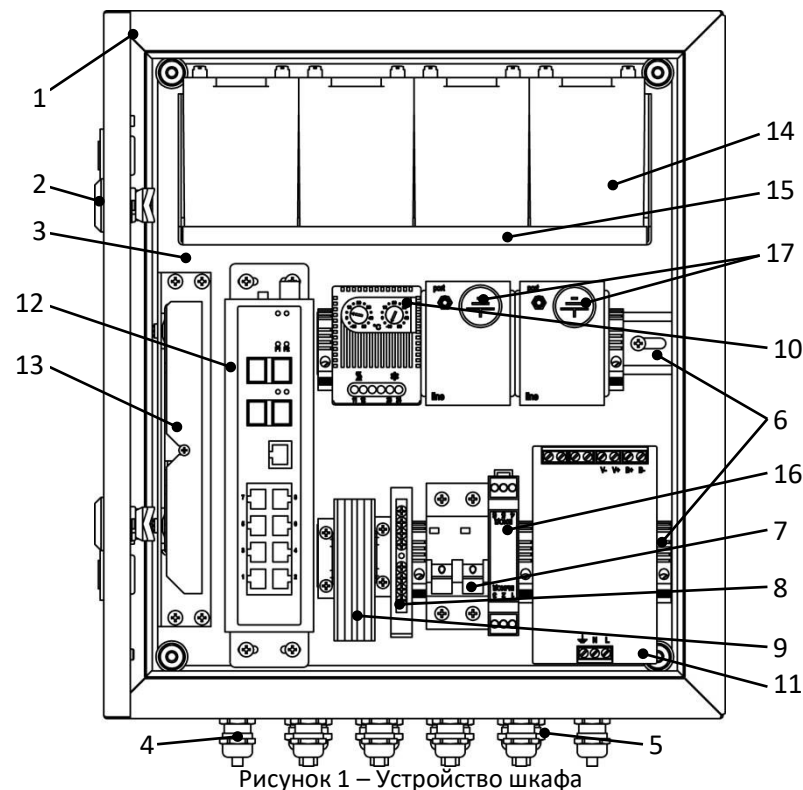

Рисунок 1 – Устройство шкафа
Шкаф представляет собой сварную конструкцию, состоящую из корпуса и дверцы оклеенной уплотнителем, корпус и дверца утеплены изолятором фольгированным. Внутри корпуса на монтажной панели установлено оборудование (см. раздел 2 и рисунок 1), обеспечивающее бесперебойную работу IP-устройств (до 8 шт.) с питанием по PoE, передачу данных по оптическому кабелю, а также обогреватель с термостатом и блоки грозозащиты.
2. Комплектация (см. рисунок 1)